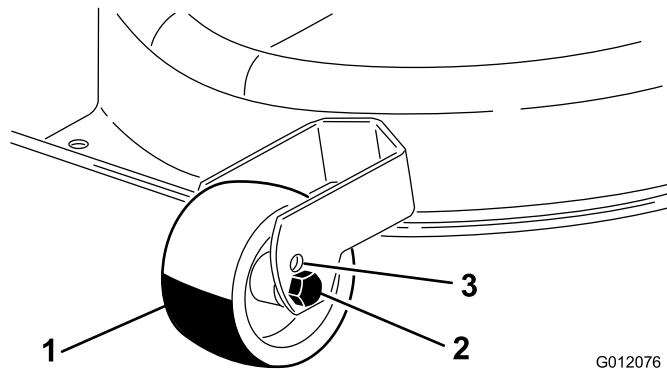

Figura 10
- Para utilizar los ajustes de altura de corte 1 ó 2, mueva las ruedas reguladoras al taladro superior (más altos) de los soportes de las ruedas (Figura 10).
- Para utilizar los ajustes de altura de corte 3 a 7, instale las ruedas reguladoras en los taladros inferiores (más bajos) de los soportes de las ruedas (Figura 10).